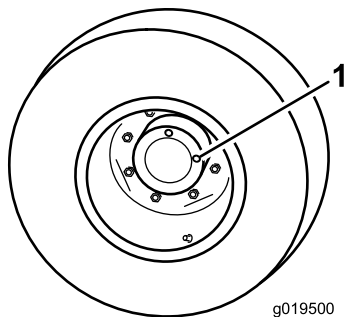

Рисунок 81
1. Установив машину на ровную поверхность, расположите колесо так, чтобы одна контрольная пробка находилась в положении «12 часов», а другая – в положении «3 часа» (Рисунок 81).
2. Снимите пробку, находящуюся в положении «3 часа» (Рисунок 81).